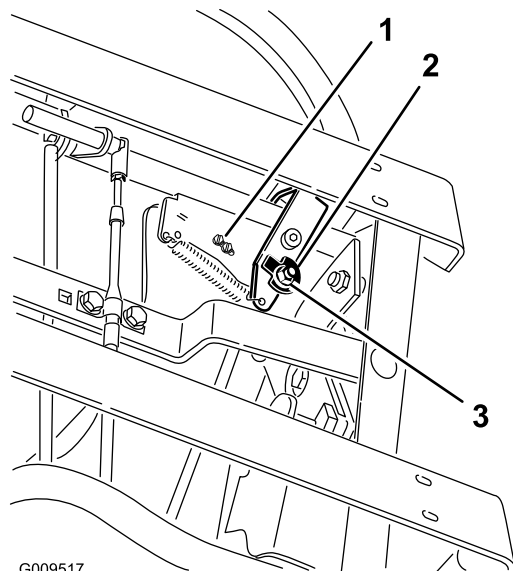

**Figura 63**
- Empuje la palanca de control de movimiento de la derecha hacia abajo, sacándola de la posición de bloqueo/punto muerto (Figura 63).
- Compruebe su alineación horizontal con la palanca de control de movimiento izquierda (Figura 63).